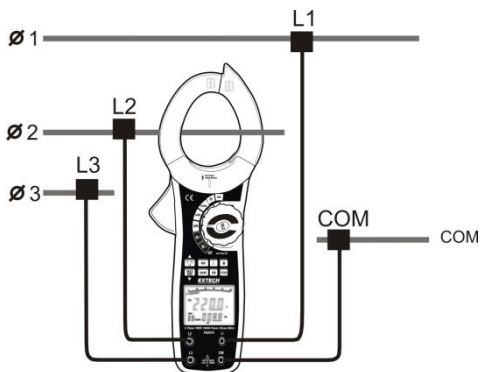

Figura 7
3. Connettere i quattro puntali di tensione come mostrato in Figura. 7.